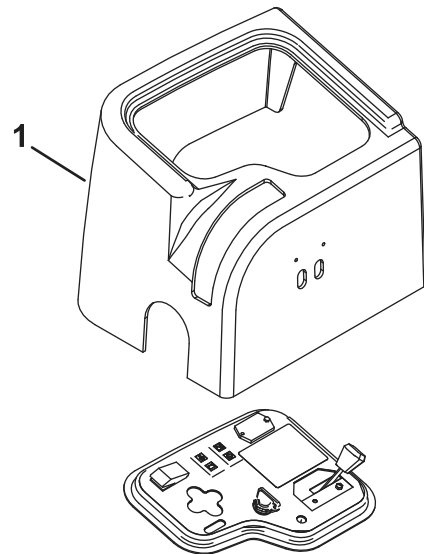

Figure 2
3. Retirez les 2 vis qui fixent le carénage de la console et déposez le carénage (Figure 2).